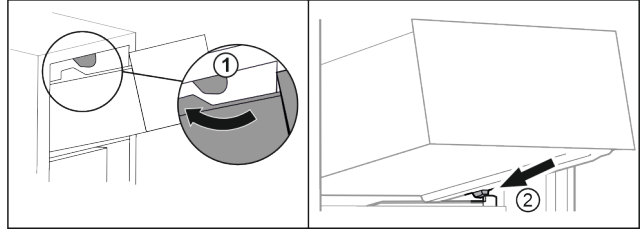

Fig. 65
- ▶ Çekmeceyi üst durdurucuların etrafından döndürün. Fig. 65 (1)
- ▶ Çekmeceyi alt durdurucuların çapraz arkasında hazne tutma çıkıntısının üzerine yerleştirin. Fig. 65 (2)